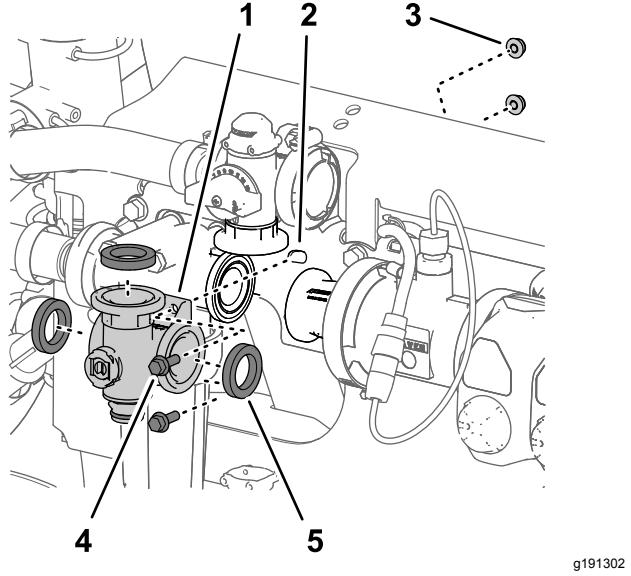

Figure 109
- Retirez les 2 boulons à embase ($\frac{1}{4}$ " x $\frac{3}{4}$ ") et les 2 contre-écrous à embase ($\frac{1}{4}$ ") qui fixent le collecteur de vanne d'agitation au support de vanne (Figure 109).
- Déposez le collecteur de vanne d'agitation et les joints de la machine (Figure 109).